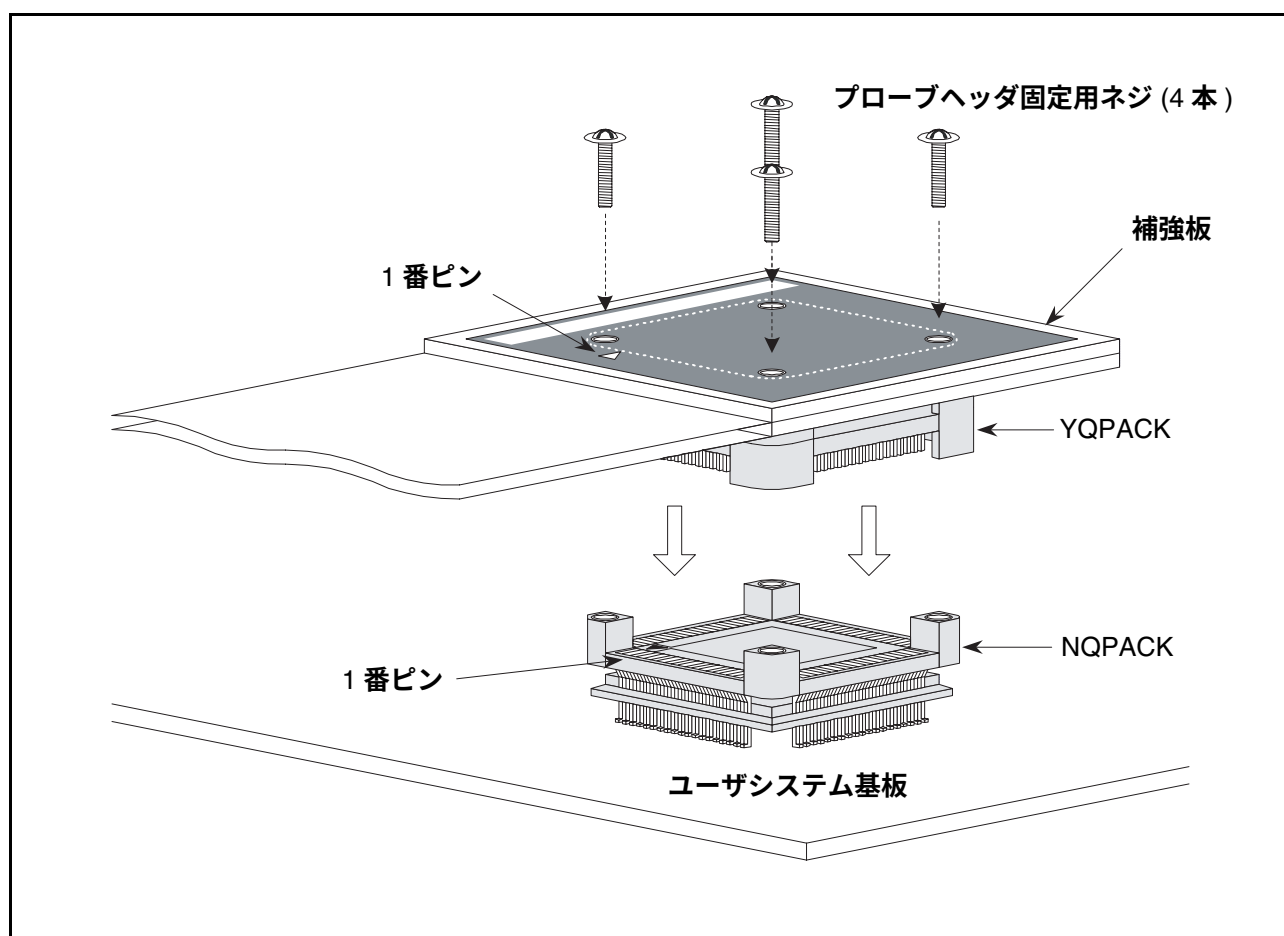

図 1 プローブケーブル接続方法
- プローブケーブルとユーザシステムを接続する場合には、ユーザシステム上に実装されている NQPACK の 1 番ピン (▲) の向きと、プローブケーブルのプローブヘッダ部の 1 番ピン (△) の向きを図 1 のように合わせて差し込み、4 箇所をネジで止めます。ネジは締め過ぎないようにご注意ください。